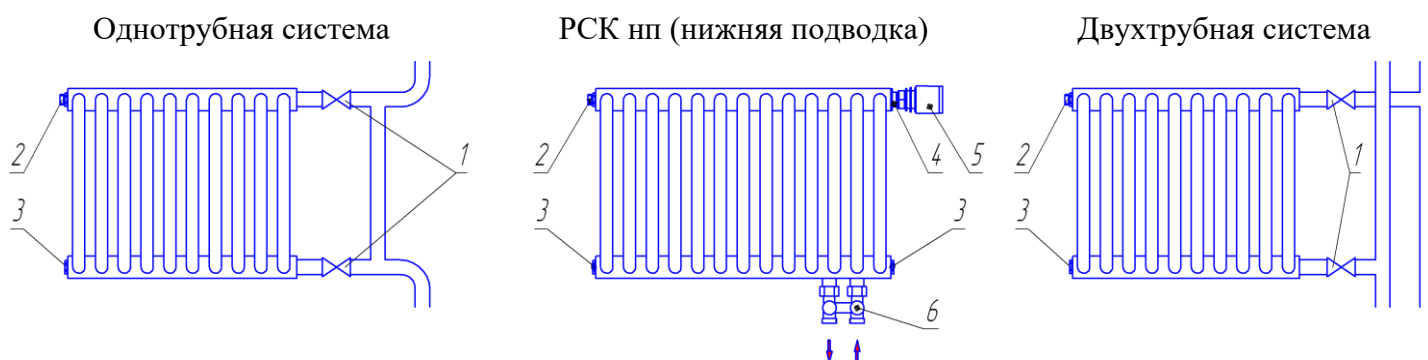

Рис. 2
5.7. Схема подключения радиаторов приведена на рис. 2. Подсоединение прямой и обратной магистрали для «РСК нп» должно соответствовать стрелкам на рисунке.